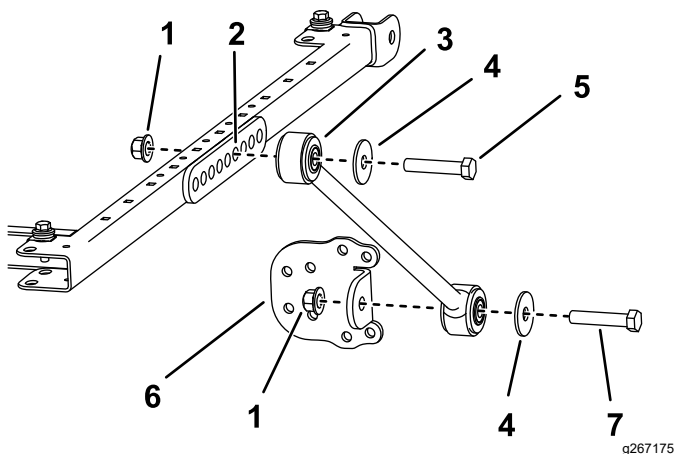

Bild 24
9. Befestigen Sie an jeder Seite des Sonnendachrahmens eine Strebe mit einer Schraube ($\frac{1}{2}$ " x $2\frac{3}{4}$ "), einer Scheibe ($\frac{1}{2}$ "), und einer Bundmutter ($\frac{1}{2}$ ") lose im sechsten Loch der Strebenbefestigung, wie in Bild 24 abgebildet.
10. Befestigen Sie eine Strebenhalterung mit einer Schraube ($\frac{1}{2}$ " x $2\frac{1}{2}$ "), einer Scheibe ($\frac{1}{2}$ ") und einer Bundmutter ($\frac{1}{2}$ ") an jeder Strebe, wie in Bild 24 abgebildet.